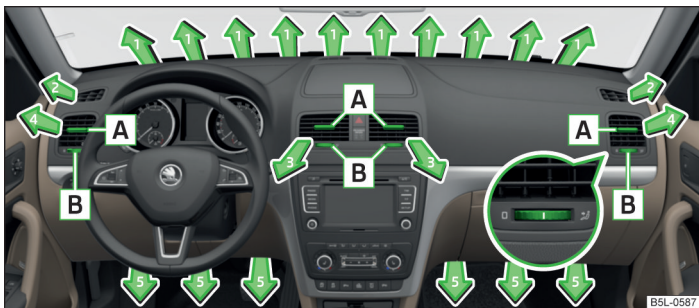
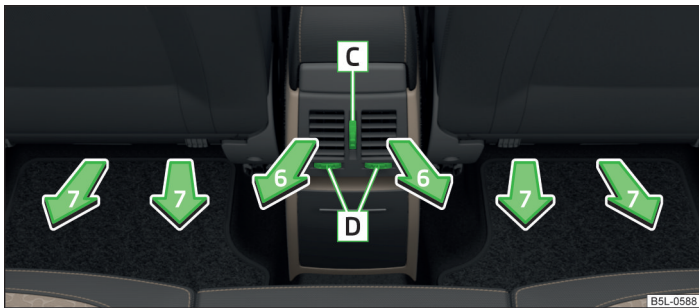

Fig. 91 Difusores de aire delanteros
Fig. 92 Difusores de aire traseros
En los difusores de aire **3, 4 » fig. 91** y **6 » fig. 92** se puede modificar el sentido de la corriente de aire, y los difusores se pueden también cerrar y abrir individualmente.
► Gire el regulador giratorio **B** hasta la posición  » fig. 91.
► Gire el regulador giratorio **B** hasta la posición **0** » fig. 91.
► Gire el regulador giratorio **C** entre las posiciones finales » fig. 92.
► Gire el regulador giratorio **C** hasta la posición final » fig. 92.
► Mueva las láminas horizontales mediante el elemento de ajuste **A** hacia arriba o abajo para cambiar la altura de la corriente de aire » **fig. 91**.
► Mueva las láminas horizontales mediante el elemento de ajuste vertical **C** hacia arriba o abajo para cambiar la altura de la corriente de aire » fig. 92.
- Los difusores **6** » fig. 92 los tienen sólo los vehículos con consola central alta.